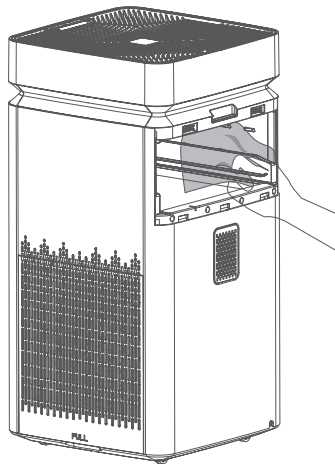

Fig. 8
3. Usare un panno umido per strofinare tutte le superfici della guaina protettiva di gomma, compresi gli incavi (si raccomanda ogni 3 mesi)(Fig 8).